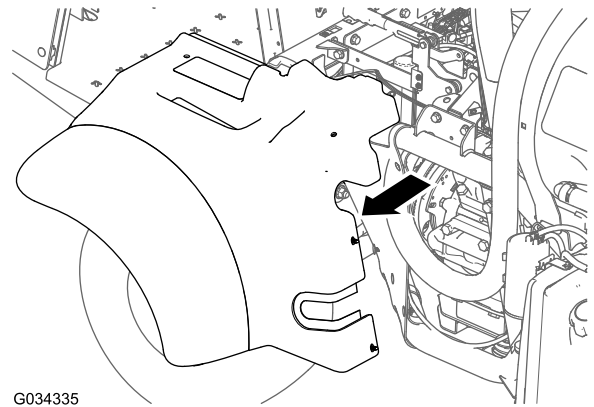

Figure 4
3. Soulevez la base du siège et l'aile pour les détacher du frein de stationnement et les déposer de la machine (Figure 4).